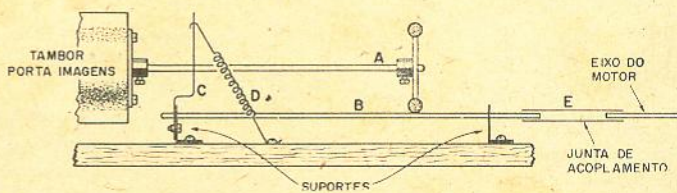
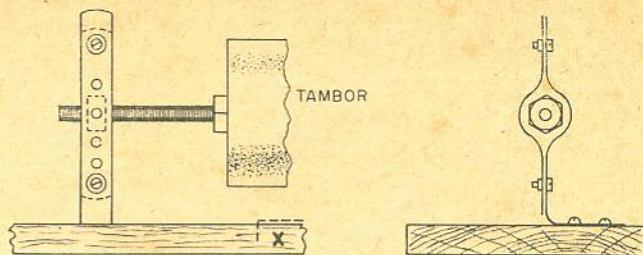

Figura 3
Figura 4
60 cm de comprimento, 10 cm de largura e 1 cm de espessura. A parte mecânica foi feita quase que totalmente utilizando-se peças de jogos mecânicos de armar, para crianças (Mecano, etc.). O tambor porta-imagens poderá ser feito de acordo com as exigências. O modelo utilizado por nós foi feito de papelão grosso. Um tamanho adequado para o tambor é cerca de 10 cm de comprimento e 4 ou 6 cm de diâmetro. Numa das extremidades do tubo é fixada, bem no centro, uma guia, de maneira que a rotação se dê de maneira perfeitamente concêntrica (ver figura 3). Na outra extremidade é fixado um parafuso com cerca de 10 cm de comprimento, conforme se vê na figura 4.
Fixar agora, como indicado na figura 3 (letra C), uma lâmina perfurada ao segundo
O parafuso, fixado no lado esquerdo do tambor, é agora introduzido na porca, conforme se vê na figura 4. Mantendo-se o tambor na horizontal, introduz-se um eixo de 16,5 cm (A), através do orifício da lâmina C, na guia fixada no lado esquerdo do tambor; o eixo é fixado à guia por meio de um parafuso.